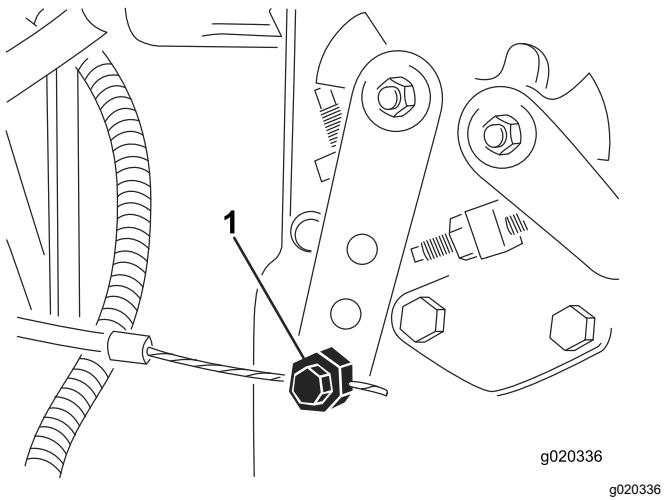

Рисунок 90
- Ослабьте соединитель тросика дроссельной заслонки на плече рычага инжекторного насоса (Рисунок 90).